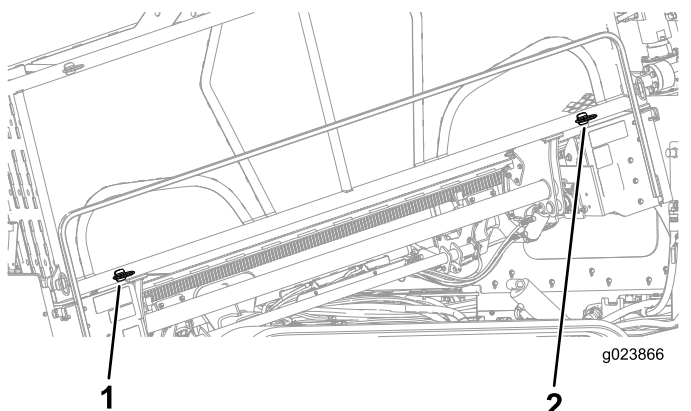

**Bild 44**
**Hinweis:** Nehmen Sie ggf. die vorderen und hinteren Rohrhalterstifte ab (Bild 44).